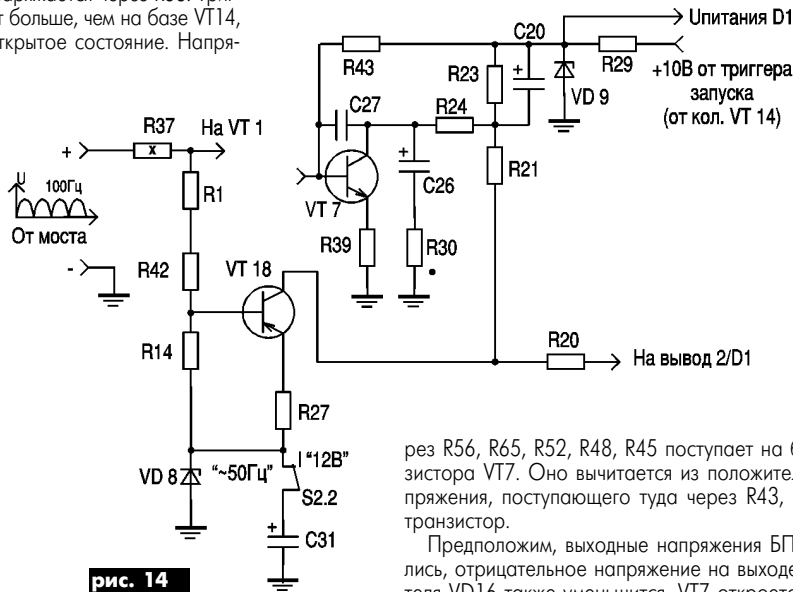

рис. 14
**Особенности БП "Электроники" Ц 432 (рис.14)**